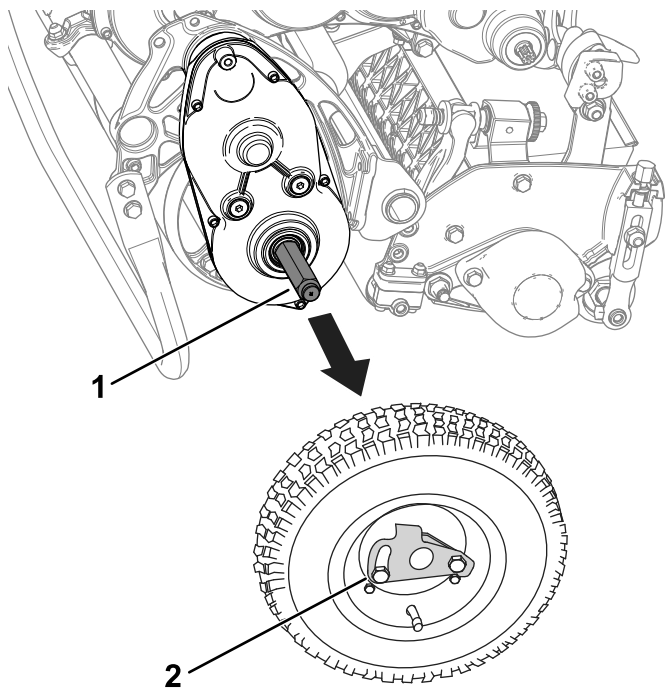

Figura 14
3. Retire las ruedas de transporte empujando los clips de retención de las ruedas para sacarlos de los ejes (Figura 14).